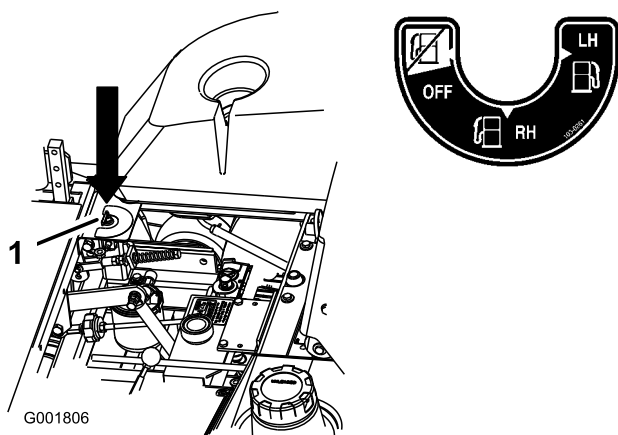

Figura 6
La unidad tiene dos depósitos de combustible. Un depósito está en el lado izquierdo y el otro está en el lado derecho. Cada depósito está conectado a la válvula selectora de combustible. Desde allí, un tubo de combustible común va al motor (Figura 6).
selector de combustible a la posición de la derecha (RH) (Figura 6).